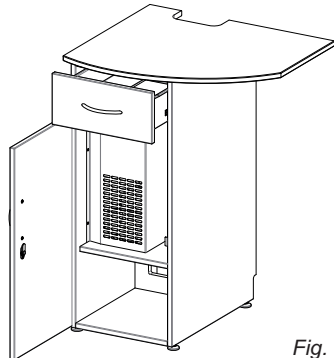

Fig. 20
3.9.3 Onderkast met ingebouwde koelunit (fig. 20)